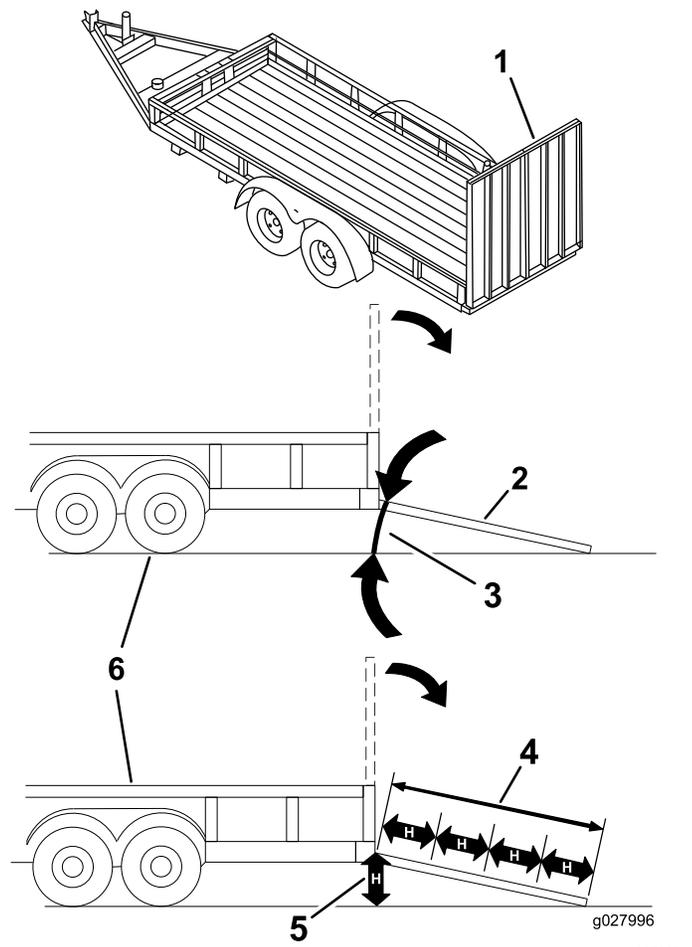

Figura 24
El cargar la máquina en un remolque o un camión aumenta la posibilidad de un vuelco y podría causar lesiones graves o la muerte (Figura 24).
3. Baje la rampa, asegurándose de que el ángulo entre la rampa y el suelo no supera los 15 grados (Figura 24).
1. Baje la rampa, asegurándose de que el ángulo entre la rampa y el suelo no supera los 15 grados (Figura 24).